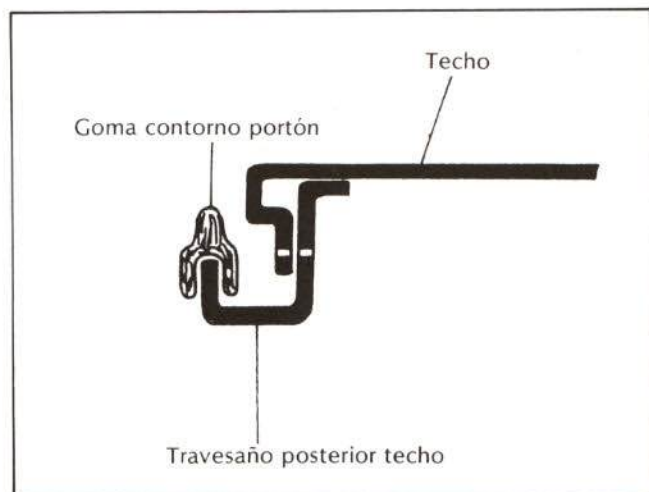

Fig. 16.—Sección parte posterior techo.
- *Parte posterior.*— Suelda mediante 20 puntos de soldadura a la travesía posterior del techo (4c en fig. 12) en su parte interior. Esta travesía va unida en su pestaña al techo con sellador, y en su parte exterior sirve de asiento a la goma contorno del marco del portón (véase fig. 16).